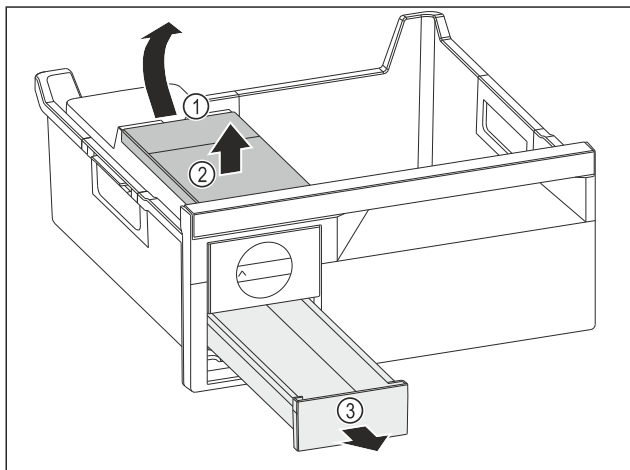

Fig. 86
- ▶ Vađenje spremnika za vodu: Podignite spremnik za vodu na otvoru Fig. 86 (1).
- ▶ Izvadite spremnik za vodu Fig. 86 (2) prema gore.
- ▶ Izvadite ladicu Fig. 86 (3) prema naprijed.